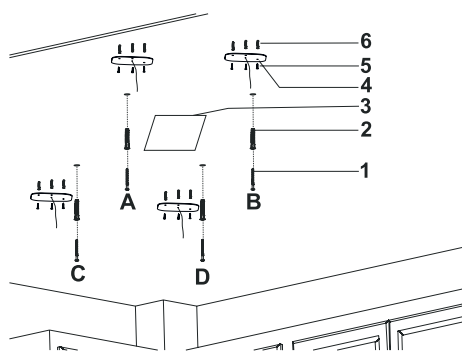

Fig. 8
3. ➔ Sæt Ø10 mm rawlplugs i A, B, C og D (Fig. 8).
Skrú nu 5,5 x 60 skruer ind i punkterne A, B, C og D og lad der være 5mm. afstand ml. skruehoved og loft.(Fig. 8).
Sæt nu Ø8 mm rawlplugs i punkterne K, L, J, H I, G, M, N, O, P, R & S ((Fig. 8/6), og sæt nu ophængningspladen på punkterne og skrú fast med 4,8x50 skruer(Fig. 8/5).
Placér skabelonen på loftet hvor den skal monteres og markér derefter punkterne A,B,C, og D (Fig. 8).
Brug skabelonen for at markere hul til aftrækskanal samt strømstik (Fig. 8).